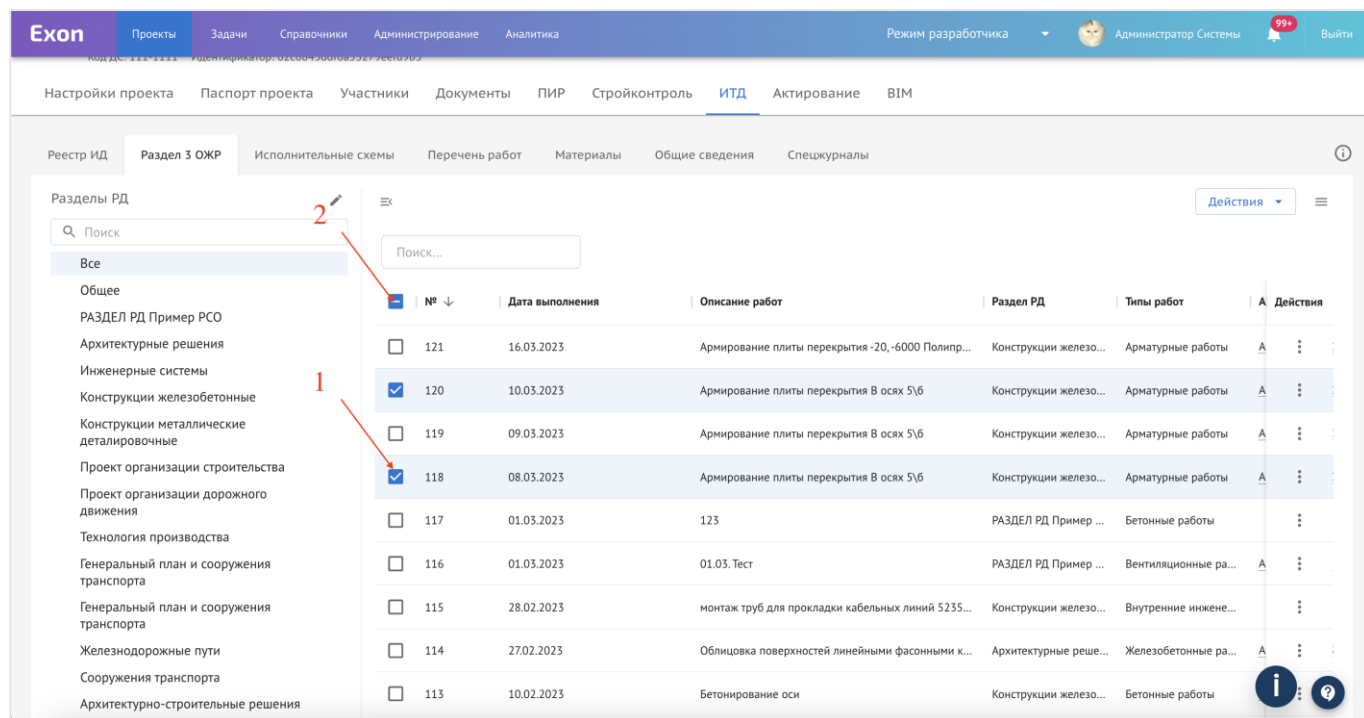

Рис. 53 – Выбор записей в 3 ОЖР
1. Выбрать записи, которые необходимо выгрузить, можно выбрать как единичные записи (1), так и выделить весь реестр сразу (2) (рис. 53);